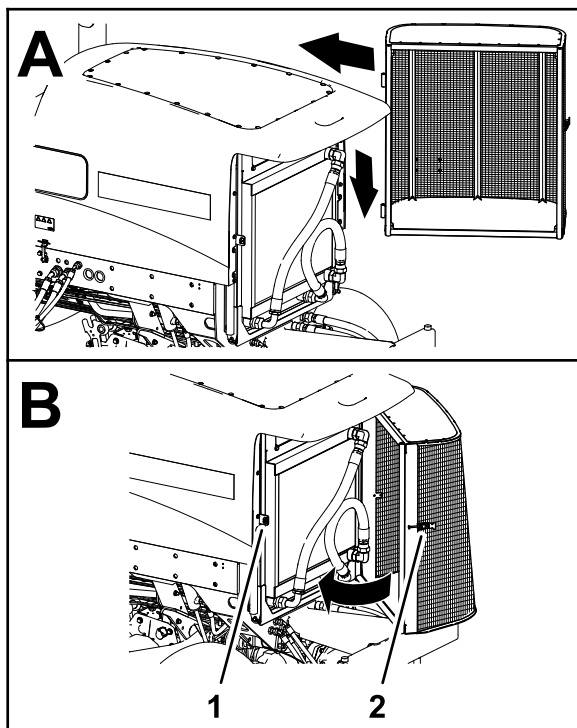

Рисунок 147
8. Установите решетку на оси петель (Рисунок 147).